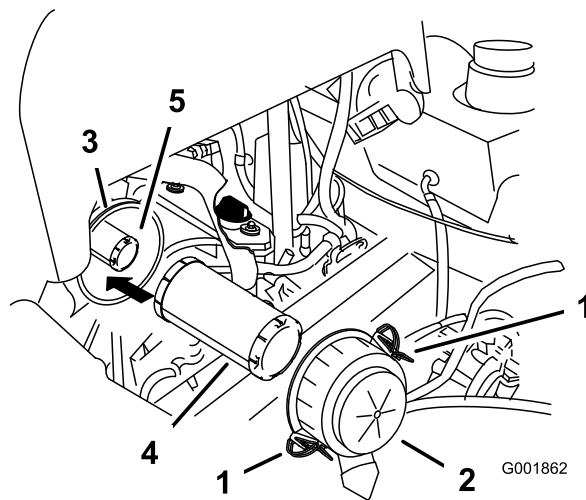

Figure 40
4. Ouvrez les dispositifs de verrouillage du filtre et ôtez le couvercle du corps du filtre (Figure 40).
6. Sortez l'élément principal du corps du filtre avec précaution (Figure 40). Évitez de cogner l'élément à l'intérieur du corps.
1. Ne nettoyez pas l'élément en papier. Remplacez-le toutes les 200 heures de fonctionnement (Figure 40).
2. Si vous remplacez l'élément de sécurité, insérez-le avec précaution dans le corps du filtre (Figure 40).
3. Placez ensuite l'élément principal sur l'élément de sécurité avec le même soin (Figure 40). Assurez-vous qu'il est bien engagé en appuyant sur le rebord extérieur.
4. Reposez le couvercle du filtre à air, le côté portant l'inscription "UP" en haut, et fermez les dispositifs de verrouillage (Figure 40).